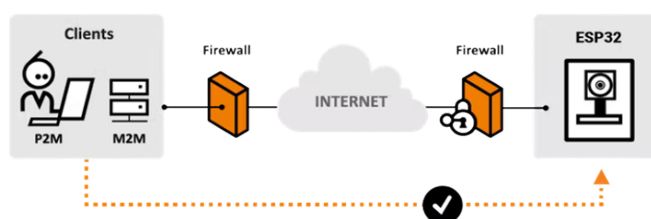

Figura 2 - Aplicação de Rede.
- Networking: A Antena Wi-Fi e o dual-core do módulo permitem a ligação de dispositivos incorporados a routers e a transmissão de dados, como se pode observar na Figura 2.